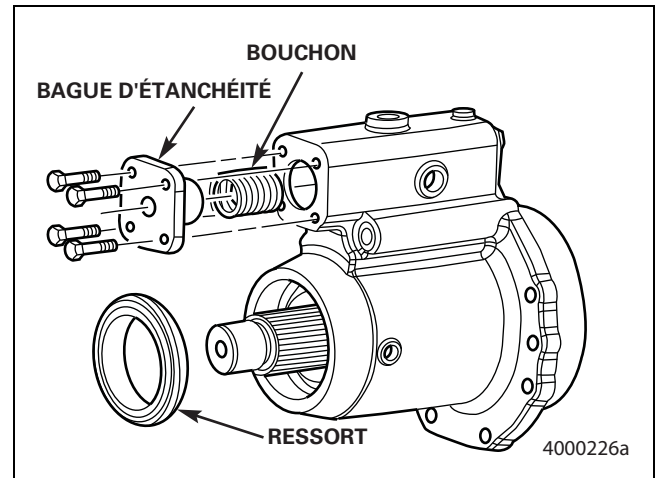

Figure 7.12
- M. Insérer le ressort dans le carter, sur la tige de poussée. Figure 7.12.
- N. Appliquer une fine couche de produit d'étanchéité Loctite® 518 sur la surface de montage du couvercle. Installer le couvercle et poser les vis 1/4 po-20 enduites de produit Loctite® 242. Serrer les vis au couple de 10 à 14 lb-pi (14 à 19 N•m). Figure 7.12.